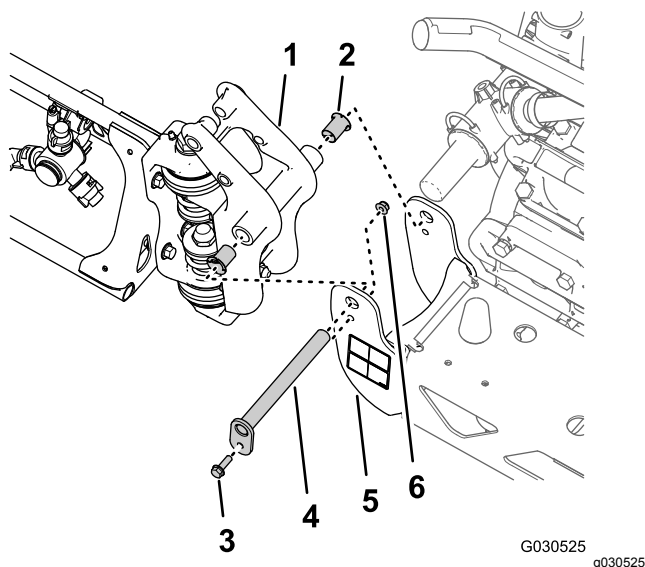

Figura 42
1. Rimuovete il bullone flangiato (5/16" x 1") e il dado di bloccaggio flangiato (5/16") che fissano il perno orientabile alla staffa orientabile (Figura 42).
2. Rimuovete il perno orientabile dalla staffa orientabile per la sezione di irrorazione centrale e il raccordo orientabile per la sezione di irrorazione esterna (Figura 42).
3. Separate la sezione di irrorazione esterna da quella centrale e rimuovete la sezione esterna dalla macchina (Figura 42).
4. Rimuovete le 2 boccole flangiate in nylon dal raccordo orientabile della sezione di irrorazione esterna (Figura 42).